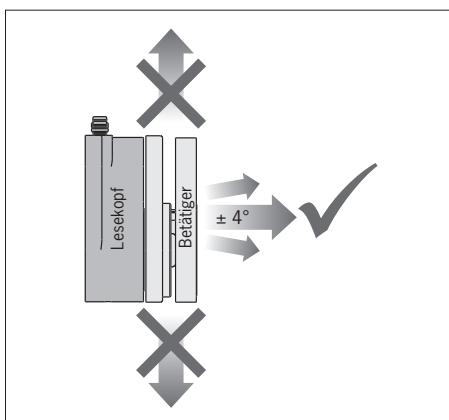

Bild 1: Anfahrrichtung
- Beim Öffnen der Schutztür muss der Betätiger frontal vom Lesekopf weggeführt werden (siehe Bild 1).